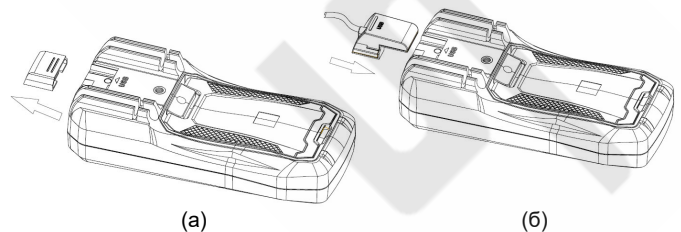

Рисунок 17
- 1) Снимите герметичную крышку с USB-порта на задней стороне корпуса мультиметра (рисунок 17а)
- 2) Вставьте модуль обмена данными с компьютером по интерфейсу USB в USB-порт мультиметра, и на дисплее появится значок «S» (рисунок 17б).